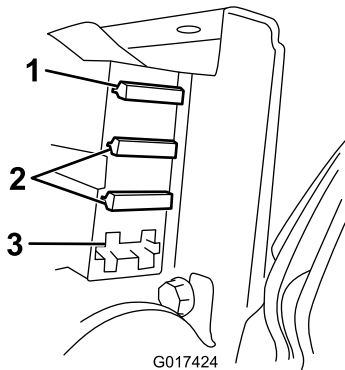

Figura 42
3. Controllate i fusibili nel portafusibili (Figura 42).
- Se un fusibile è bruciato, sostituitelo con un altro di voltaggio e amperaggio adeguati (Figura 42).